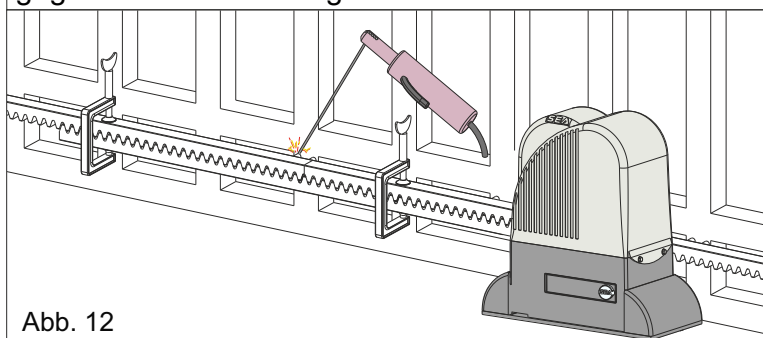

Abb. 12
**5.4.** Sicherstellen, dass sämtliche Zahnstangenglieder bindig aneinandergereiht und ordentlich verlegt wurden (**synchronisierte Verzahnung**). Es wird empfohlen, zwei aufeinanderfolgende Elemente einem dritten Element gegenüberzustellen, wie in Abb. 12 angegeben;